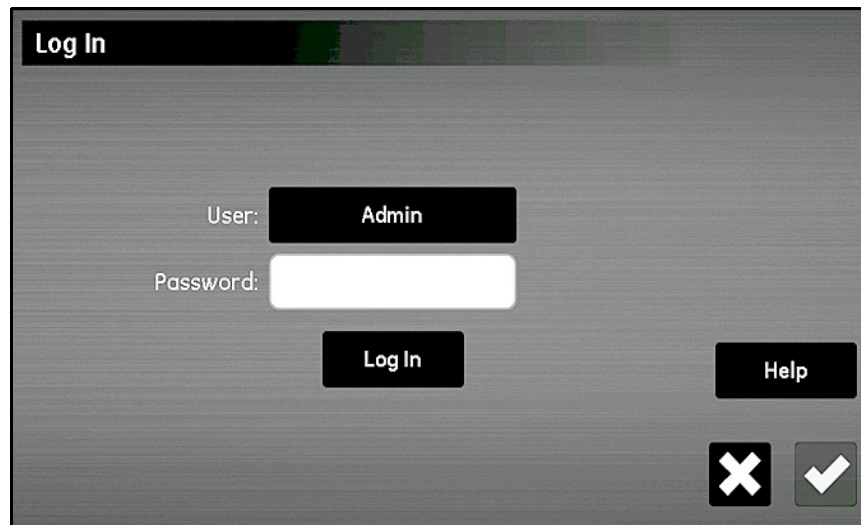

Figura 70: Tela Fazer login
Apenas o **Admin** pode adicionar, modificar ou remover as outras contas de usuários. Para se conectar como **Admin**, selecione **Configuração > Gestão usuários** para abrir a tela *Fazer login* semelhante à *Figura 70* abaixo.
1. Na tela *Menu Configuração* (veja a *Figura 52 na página 57*), toque no botão **Gestão usuários** para abrir a tela *Fazer login* semelhante à *Figura 70 na página 77* abaixo.